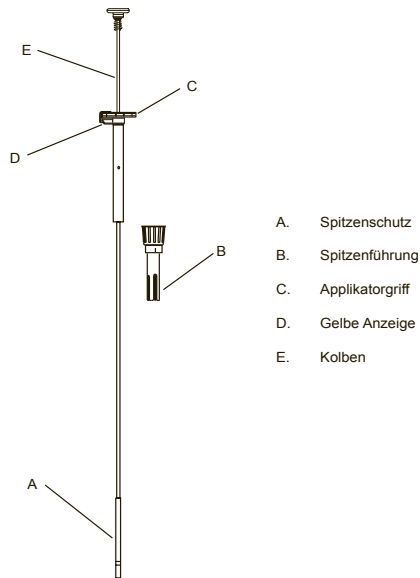

Abbildung 1 – Applikator
- Beim Abgeben der Pellets auf eine korrekte Ausrichtung der gelben Anzeige (D in Abbildung 1) mit dem roten Pfeil der Biopsiesonde achten.
Siehe die Applikatorkizze in Abbildung 1.